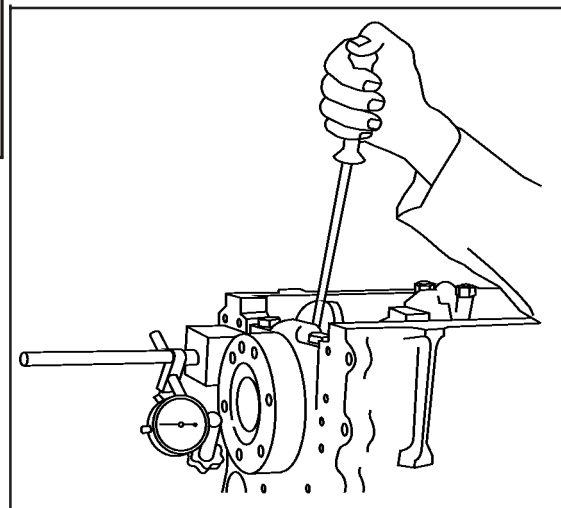

FIG 14
10. Verifique a folga axial da árvore de manivelas com o relógio microcomparador, folga axial = 0,05 a 0,38 mm **Fig. 14.**